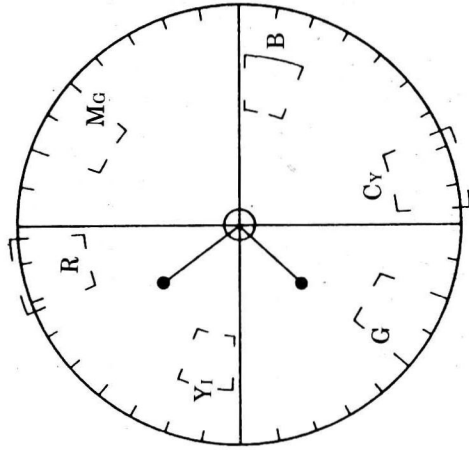

图 59
③ 调节白平衡(R-Y 偏置)和(B-Y 偏置)控制点 VR314 和 VR315, 使色矢量移至矢量仪显示屏中央, 如图 59 所示;